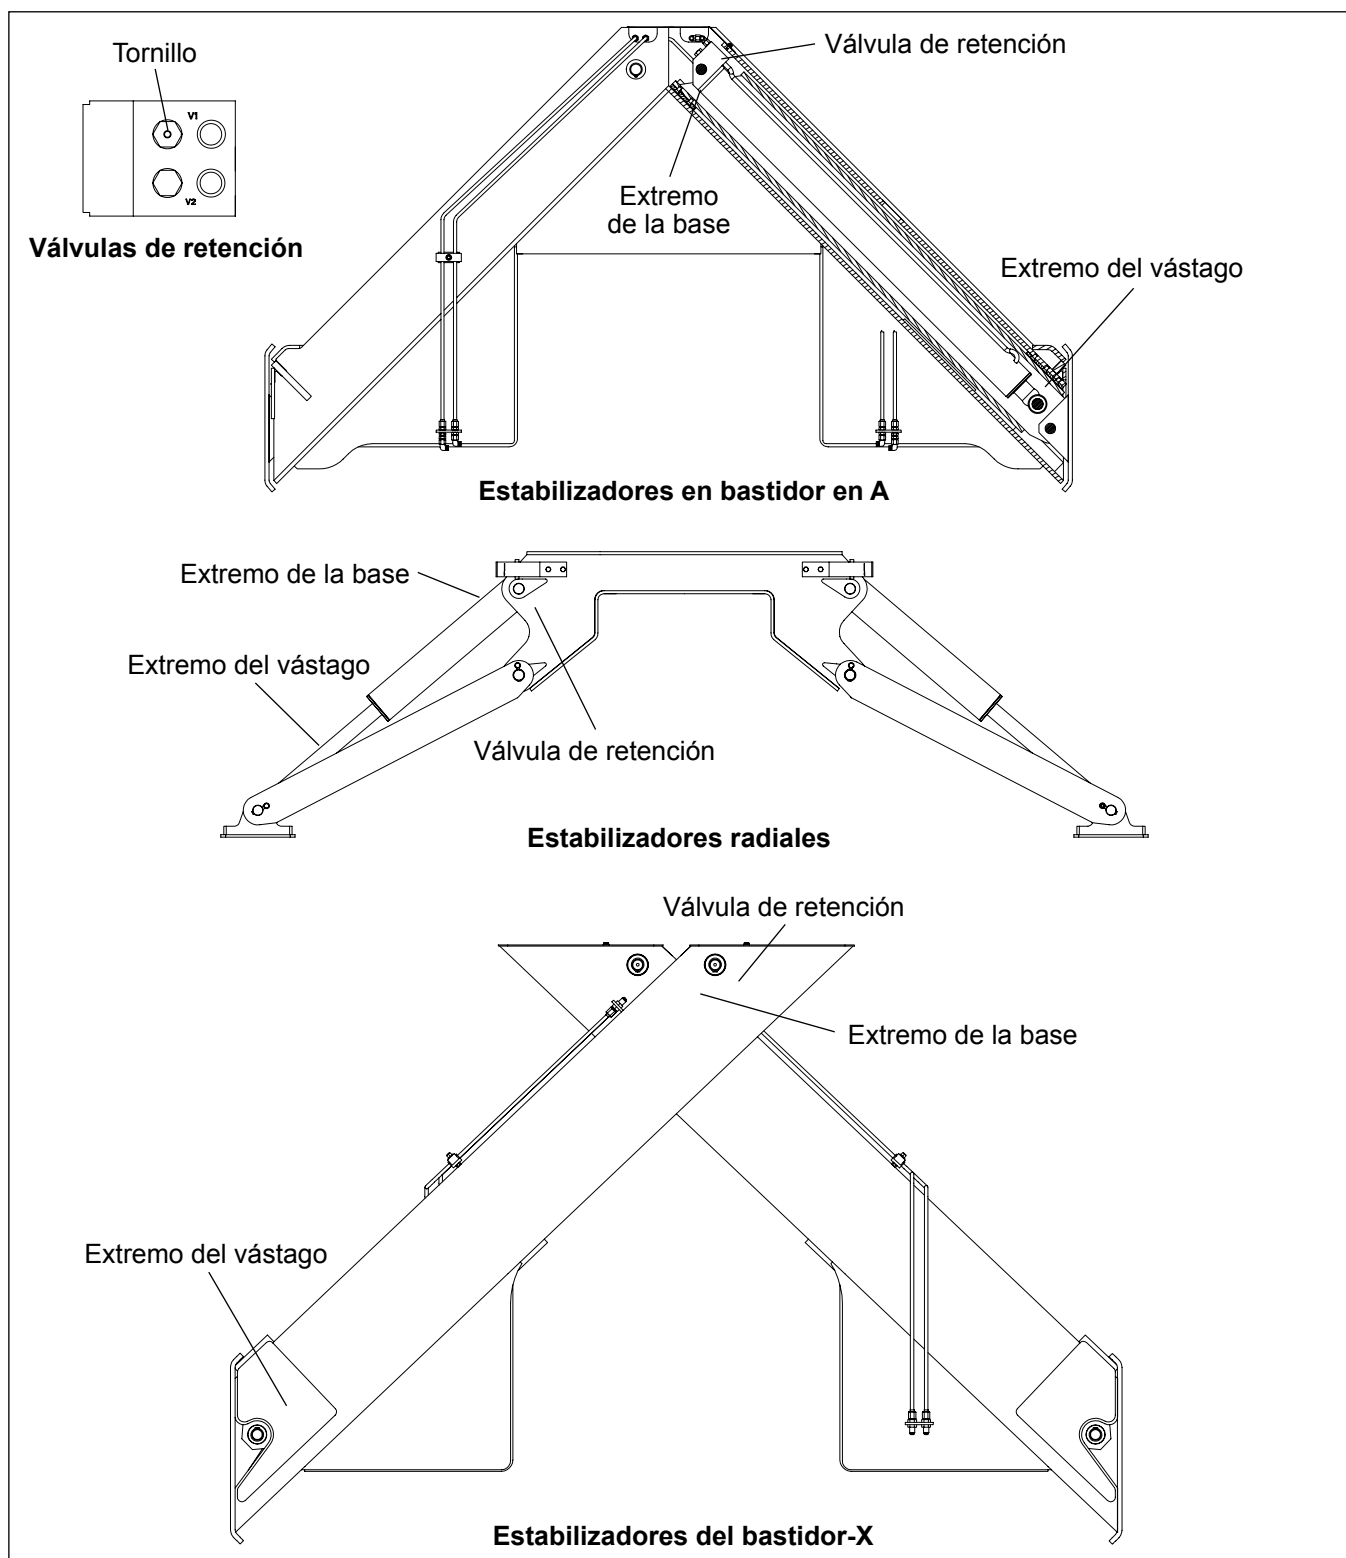

Ilustración 5.11 — Ubicaciones de la válvula antirretorno operada por piloto
3. Ubique las dos válvulas de retención cerca del extremo de la base del cilindro (consultar Ilustración 5.11). Una válvula posee un tornillo en la parte superior del cartucho. Gire el tornillo hacia adentro (en sentido horario) hasta que el cilindro se repliegue. Controle la velocidad de retracción del cilindro con el tornillo hexagonal.